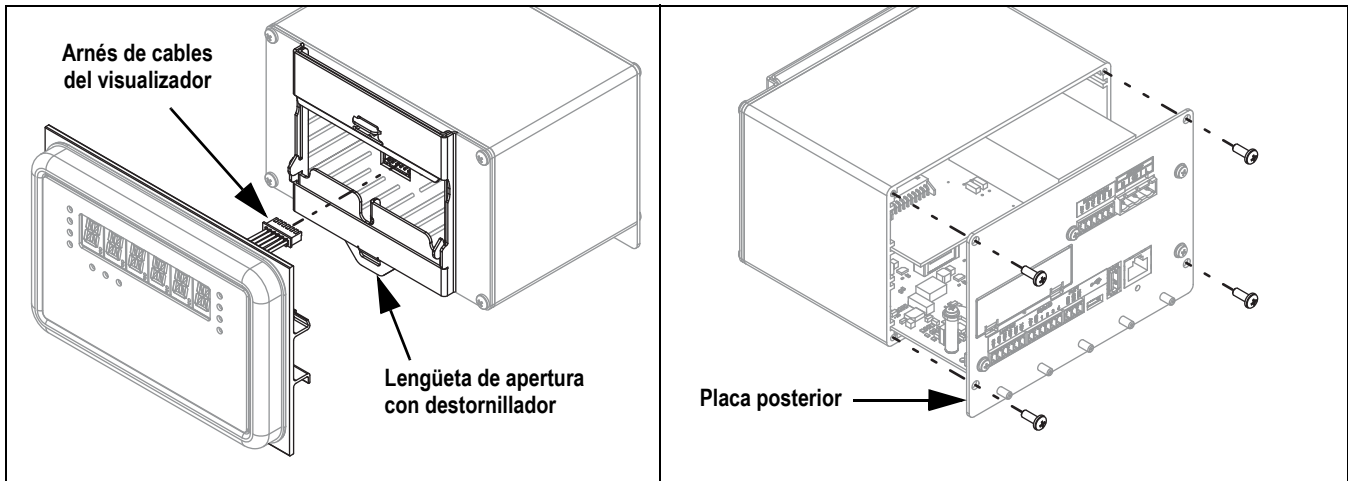

Figura 2. Desmontaje del panel frontal y de la placa posterior
2. Desenganche el conjunto del controlador del riel DIN del panel frontal insertando un destornillador de cabeza plana en la lengüeta inferior y deslizando la placa de montaje hacia abajo (Figura 2). Debido al ángulo de la sección de enganche del soporte DIN, la separación puede requerir cierta fuerza.